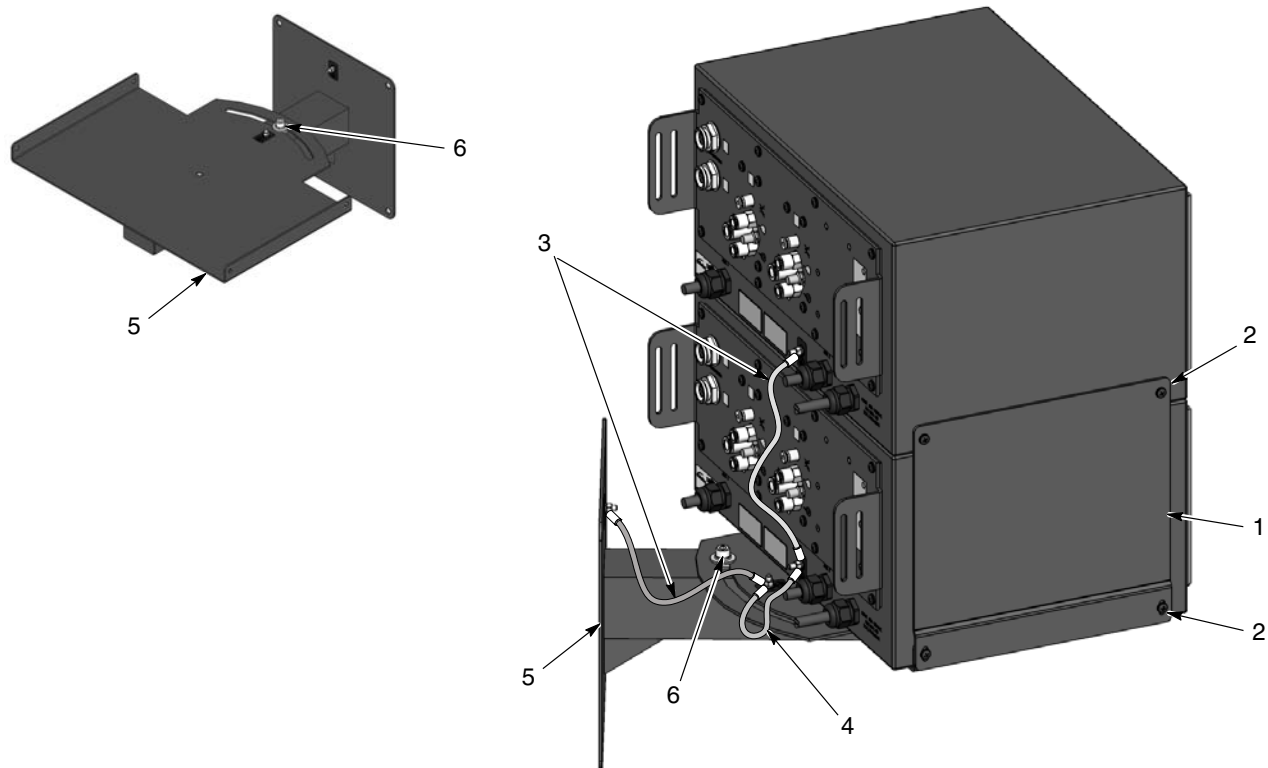

Figura 3-3 Montagem do controlador de duas pistolas com suporte opcional para montagem na parede
1. Consulte a figura 3-3. Monte o suporte para montagem na parede (5) numa superfície vertical suficientemente forte para suportar o peso do(s) controlador(es) e o do suporte. Utilize dispositivos de fixação apropriados.
3. Se apenas instalar um controlador, fixe-o às flanges do suporte com quatro parafusos de cabeça chata M5 x 12 (2).
4. Se instalar dois controladores, use quatro parafusos de cabeça chata M5 x 12 (2) para montar as extremidades com ranhuras dos suportes para montagem sobreposta (1) e o controlador no tabuleiro. Não aperte os parafusos.
6. Use um fio de ligação à terra de 12 in. (3) para fazer a ligação à terra do controlador superior ao controlador inferior. Use um fio de ligação à terra de 4 in. (4) para fazer a ligação à terra do controlador inferior ao tabuleiro para montagem na parede. Use outro fio de ligação à terra de 12 in. para ligar o tabuleiro à placa de suporte.
7. Desaperte o parafuso da articulação do tabuleiro (6) para rodar o tabuleiro para a posição desejada e depois aperte o parafuso.